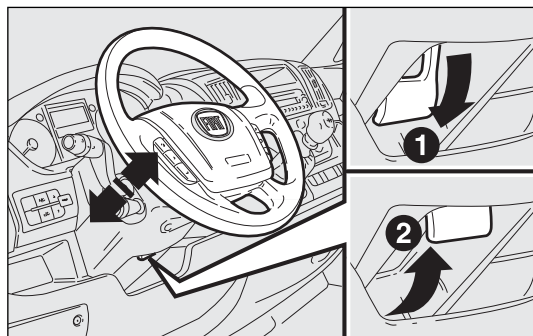

fig. 45
- ☐ desbloquear la palanca fig. 45 tirándola hacia el volante (posición 2);